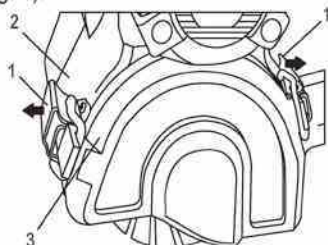

Fig. 1
1. Soulevez les morillons de la couverture du rouleau (1) à l'écart du carter principal (2) (Fig. 1).
1. Détachez la couverture à l'extrémité du rouleau (Fig. 1).